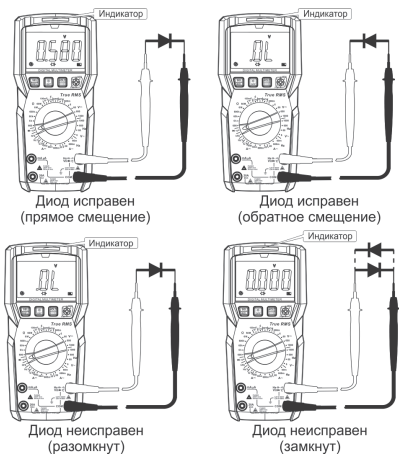

Рис. 8. Проверка диода
7.5. Проверка диода (см. рис. 8)